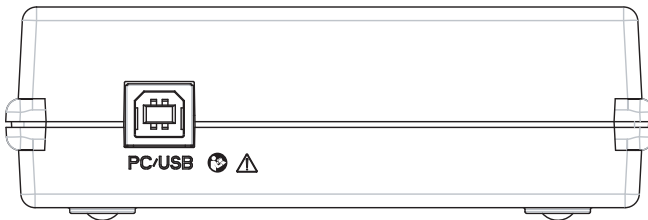

Fig. 1
- Slut USB-stikket på bagsiden af HI-PRO 2 til en USB-port på en pc med det medfølgende USB-kabel. Se fig. 1.